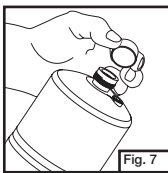

Fig. 7
- Enlevez le bouchon de la bouteille de propane; gardez-le pour le remettre en fin d'emploi. (Fig. 7)